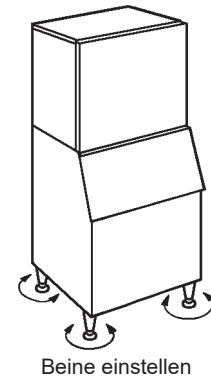

Abb. 7
- 9) Die vier Beine (einstellbar von 0 - 25,4 mm) so einstellen, dass der Eisbereiter völlig horizontal steht. Eine Wasserwaage benutzen. Siehe Abb. 7.